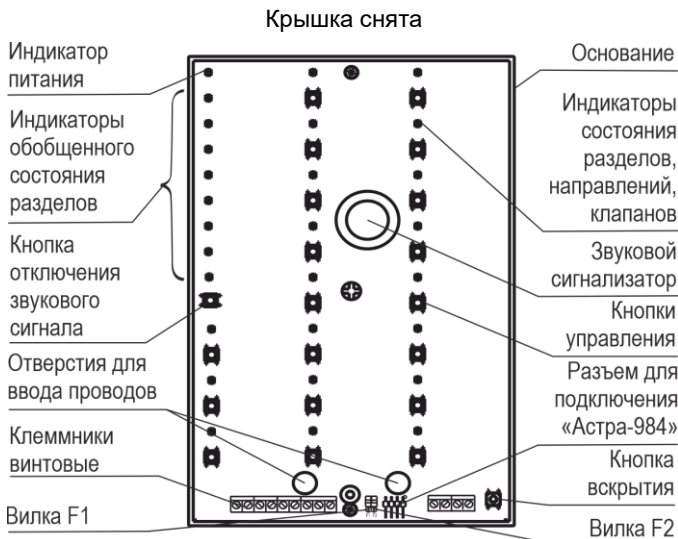

Рисунок 2
4.1 Конструктивно БИУ выполнен в виде блока, состоящего из основания и съемной крышки. Внутри блока смонтирована печатная плата с радиоэлементами (рисунок 2).